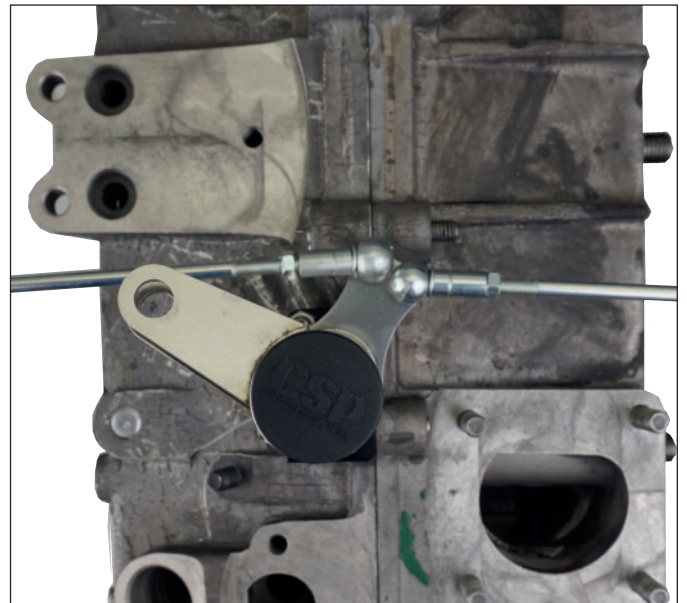

Fig. 8
**ANMERKUNG:** Um einen gleichmäßigen Lauf des Gasgestänges zu gewährleisten, ist es notwendig die Betätigungsstangen so einzustellen, dass die untere Hebelplatte am Drehbock in Ausgangsstellung (Leerlauf) (Fig.7) und Endstellung (Vollast) (Fig.8) im gleichen Winkel zur Mittellinie des Motorblockes steht (Fig.6).